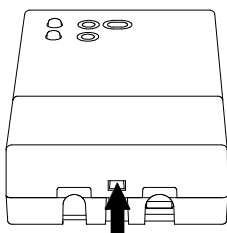

Fig. 2
- Spingere, con l'aiuto di un cacciavite, la linguetta plastica situata nella feritoia in basso fino a sollevare leggermente il coperchio cavi (Fig. 2).